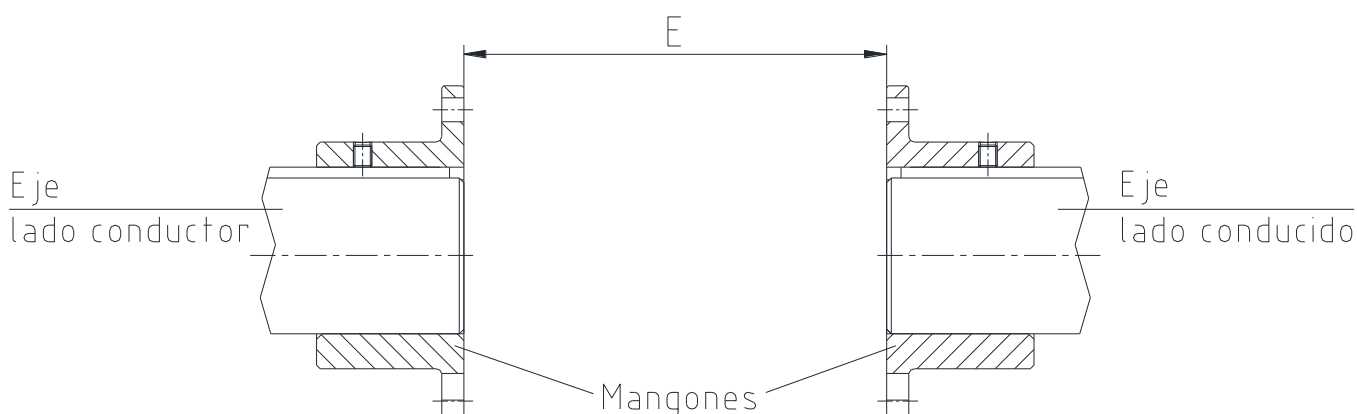

Figura 6: Montaje de los mangones
- Monte los mangones sobre el eje del lado conductor y motriz (véase figura 6).